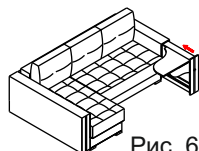

Рис. 6
- ⇨ Переместить трансформированный столик до упора (Рис.6).